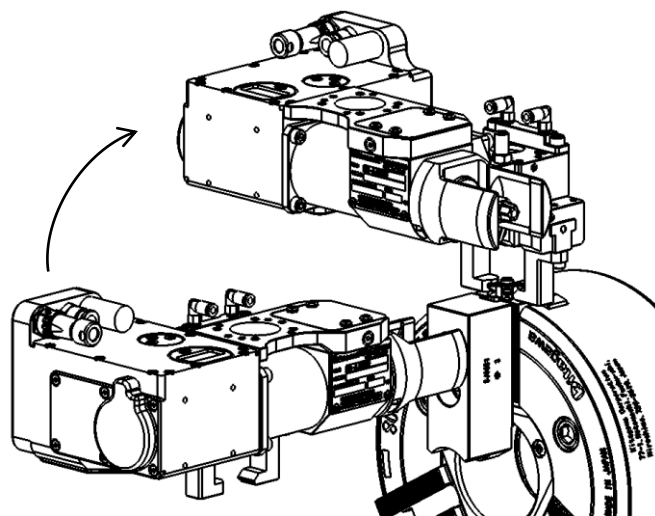

図 33
- ボルト締緩位置から 90° 回転させるように移動させると調整しやすい。(図 33)
- ③ グリッパを開閉させて、グリッパが振れない位置に BR-AJC エンドエフェクタを移動させてください。
- ④ ジョー取付ボルトを 1 回転半～2 回転程度緩めてください。
- ⑤ グリッパを閉にして、ジョーがスムーズに挿抜可能か確認してください。
- ⑥ 引っかかるような挙動がある場合、BR-AJC エンドエフェクタの位置を微調整してください。